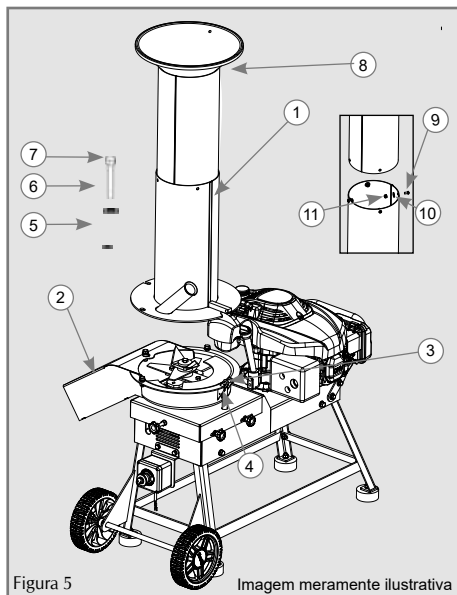

Figura 5
1. Encaixe o funil de alimentação (1) no corpo (2), passe o pino de travamento (3) pelos furos do funil de alimentação (1) e o corpo (2).
2. Fixar o pino de travamento (3) com o contrapino (4).
3. Após, trave o funil de alimentação (1) utilizando a arruela lisa (5), a arruela de pressão (6) e o Parafuso (7).
4. Mova o alongamento do funil (8) até coincidir os furos e fixe com o parafuso philips (9) arruela lisa (10) e porca auto travante (11) conforme detalhe figura 5.